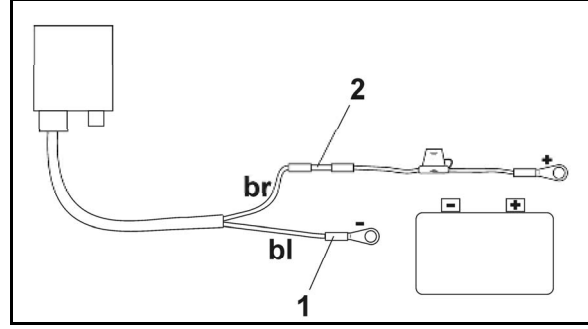

Fig. 18
2. Her iki mafsal cıvatası (Fig. 18/1) dışarı çekilmelidir.
5. Mavi kablo damarı (şase) halka kılavuza yerleştirilmelidir (Fig. 18/1).
7. Kahverengi kablo damarı (+ 12 Volt) bağlayıcının serbest olan ucuna (Fig. 18/2) yerleştirilmelidir.
9. Bağlayıcı (Fig. 18/2) bir ısı kaynağı ile (çakmak veya sıcak hava tabancası), yapıştırıcı dışarı taşana kadar büzülmelidir.